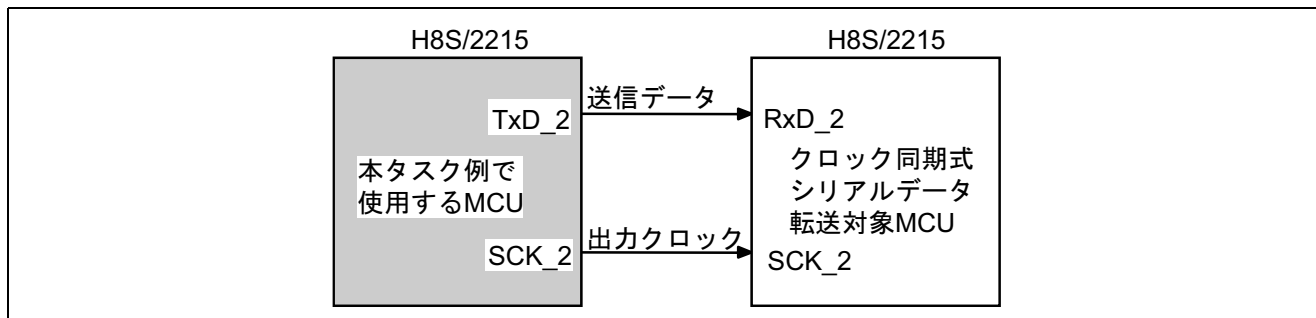

図 1 クロック同期式シリアルデータ送信
- 図 1 に示すようにクロック同期式シリアル転送機能を使用して、8 文字の 8 ビットデータの送信を行います。